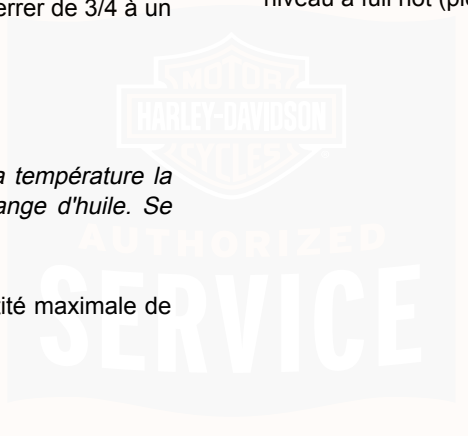

Figure 36. Clé à filtre à huile (HD-44067)
1. Voir Figure 36. Déposer le filtre à huile à l'aide de l'outil OIL FILTER WRENCH (CLÉ À FILTRE À HUILE) (N° DE PIÈCE : HD-44067).